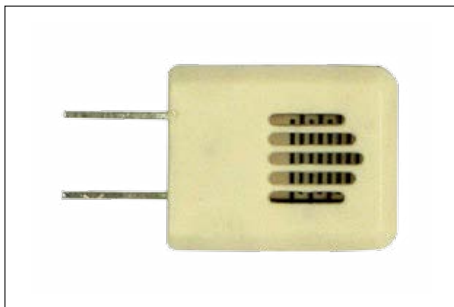

Figure 1. Un capteur d'humidité résistif.
Le capteur d'humidité HCZ-H8A (N), disponible chez Conrad Electronic par ex., est un représentant typique de ces capteurs résistifs (**fig. 1**), voir la feuille de caractéristiques ici [1]. Ces capteurs